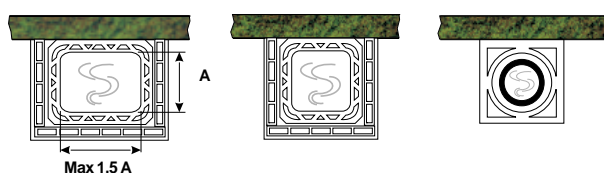
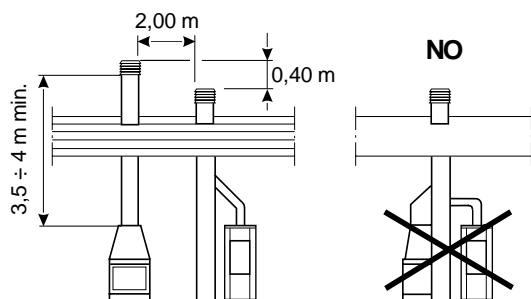

Fig. 5.2.1
Fig. 5.2.2
Il est conseillé d'utiliser des conduits de fumée isolés, réalisés en matériau réfractaire ou en acier inox à section circulaire, avec parois intérieures à surface lisse (Fig. 5.2.1). La section du conduit de fumée doit être constante sur toute sa hauteur. Une hauteur minimum de 3,5÷4 est conseillée (voir Fig.5.3.3). Il est préférable de prévoir, sous la bouche du canal de fumée, un compartiment pour recueillir les matériaux solides et l'éventuelle condensation. Les caractéristiques du conduit de fumée doivent être conformes aux normes UNI 9615, 9731 e UNI 10683.
- Las dimensiones del **CAÑÓN DE HUMO** deben ser conformes con lo que está indicado en la ficha técnica. Es aconsejable usar cañones aislados en refractario o acero inoxidable, de sección circular, con las paredes interiores que tengan superficie lisa (Fig.5.2.1). La sección del cañón deberá ser constante a lo largo de su entera extensión. Se aconseja una altura mínima de 3,5÷4 m (ver Fig.5.2.2). Es oportuno prever, bajo la embocadura del canal de humo, una cámara de recolección para los materiales sólidos y la condensación eventual. Las características del cañón de humo deben ser conformes a lo que disponen las normas UNI 9615, 9731 y UNI 10683.
• La forme de la **CHEMINÉE** doit être de type **ANTI-VENT** avec une section intérieure égale à celle du conduit de fumée et une section de passage des fumées en sortie **DOUBLE** par rapport à la section intérieure du conduit de fumée (Fig. 5.2.2).
• Afin d'éviter d'éventuels inconvénients pendant le tirage, chaque poêle doit avoir un conduit de fumée indépendant. S'il y a plusieurs cheminées sur le toit, il faudra que celles-ci se trouvent à au moins 2 mètres de distance l'une de l'autre et que la cheminée du poêle **DEPASSE** les autres d'au moins 40 cm (Fig. 5.2.2). Si les cheminées sont proches les unes des autres, il faudra les séparer par des cloisons.
- Para evitar inconvenientes en el tiro, cada estufa debe tener su propio cañón independiente. Si hubiera más chimeneas en el techo, es oportuno que las demás se hallen a 2 metros de distancia como mínimo y que la chimenea de la estufa sea por lo menos 40 cm **MÁS ALTA** que las otras (Fig.5.2.2). Si las chimeneas están muy cerca, se deben disponer unos separadores.